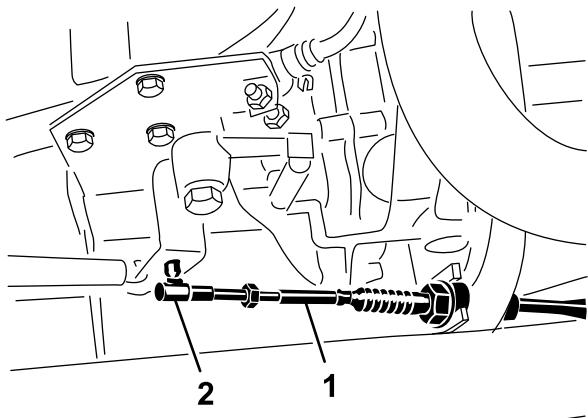
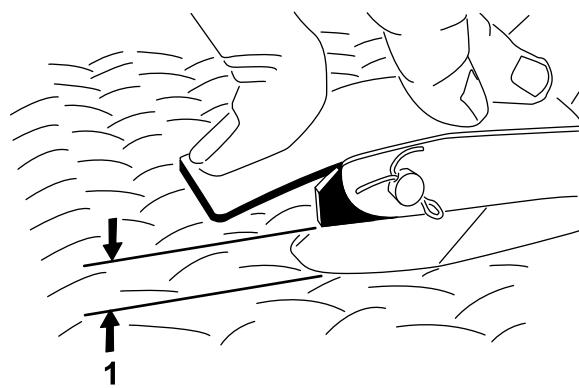

Figure 71
Figure 72
2. Réglez la rotule sur le câble d'accélérateur (Figure 71) pour obtenir une garde de 2,54 à 6,35 mm entre la pédale d'accélérateur et le haut du plancher quadrillé (Figure 72) lorsqu'une force de 11 kg est appliquée au centre de la pédale. Serrez le contre-écrou.